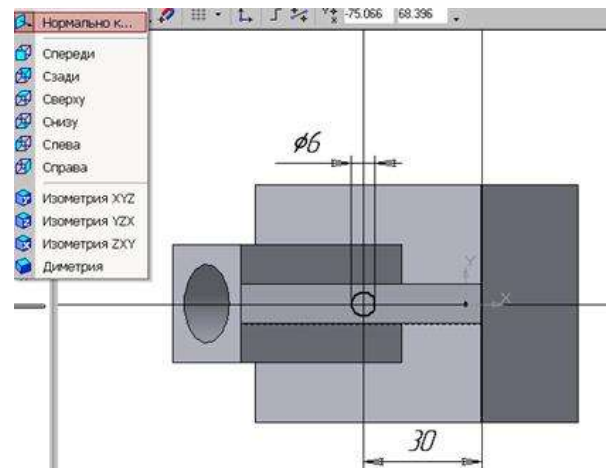

Рисунок 61 - Эскиз отверстия
8. По команде Окружность, касательная к двум кривым  на панели инструментов строим окружности $R15$ и $R25$ (см.рис.61). По табл. 1 вид сопряжений–п.9
16. Нажмите кнопку «Создать» в диалоговом окне Параметры. Получаем 3-мерную модель державки без невидимых линий. Выберите в Панели управления программы команду Полутонное . Получим 3-мерное полутонное изображение модели державки (см.рис.61).